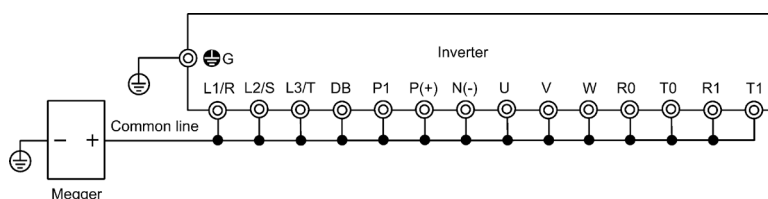

Figura 7.2 Conexión de terminales del circuito principal para la prueba de megóhmetro
- 3) Conecte los terminales del circuito principal con una línea común, como se muestra en la Figura 7.2.